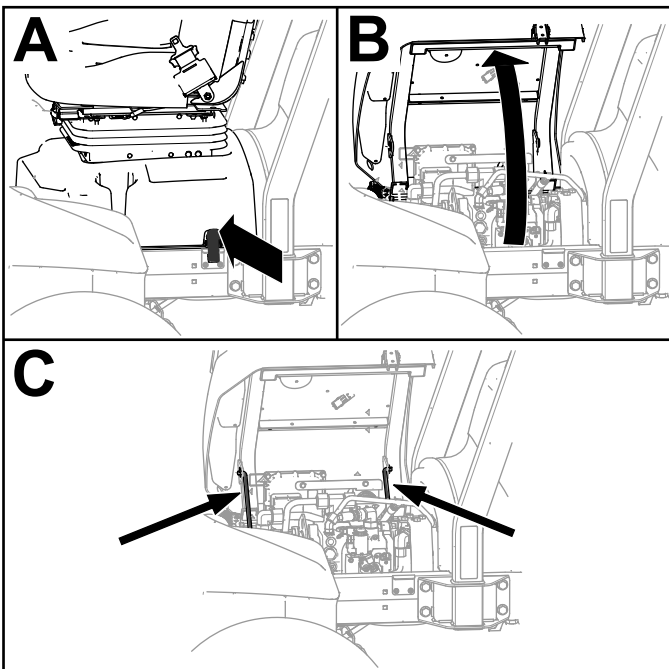

Bild 4
1. Entriegeln Sie das Sitzunterteil (A in **Bild 4**).
2. Klappen Sie den Sitz und das Sitzunterteil auf (B von **Bild 4**).
3. Stützen Sie beides mit den Stützen ab (C von **Bild 4**).